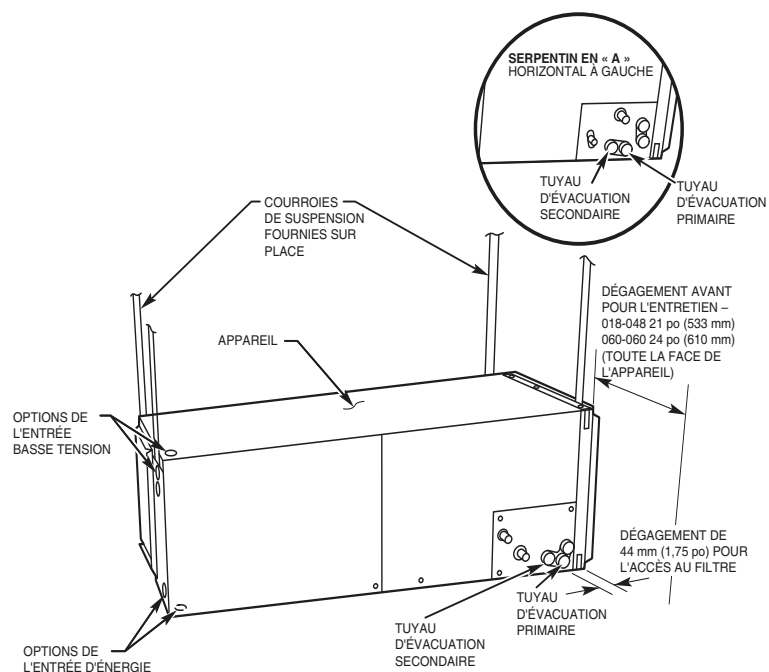
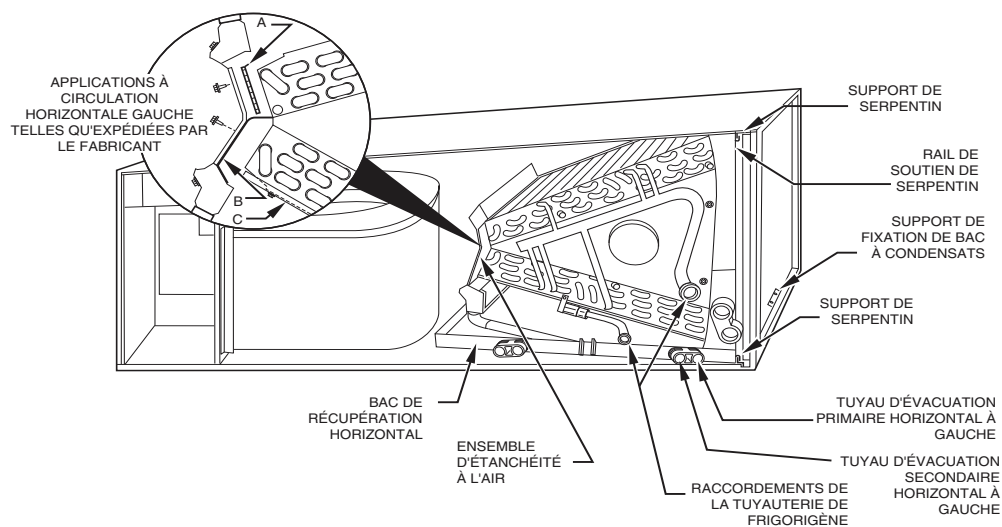

Figure 2 – Serpentin incliné dans une application horizontale à gauche (configuré en usine)
Figure 3 – Serpentin en A dans une application horizontale à gauche (configuré en usine)
Lors de l'installation de l'appareil, les panneaux d'accès ne doivent pas être tournés vers le haut ou vers le bas. Tous les autres appareils sont fabriqués en usine pour une installation horizontale gauche (Fig. 2 et Fig. 3). Lorsque vous suspendez l'appareil au plafond, les emboîtements du caisson indiquent l'emplacement approprié des vis de fixation des bandes perforées en métal (Fig. 2).
- b. Retirez le répartiteur d'air (B) de l'ensemble d'étanchéité du serpentín en retirant les trois vis (Encart Fig. 3).
- c. Retirez la plaque de substitution (A) et installez le répartiteur d'air (B) à la place de la plaque de substitution.
- d. Installez la plaque de substitution (A) comme illustré pour l'application horizontale droite.
- e. Enlevez les goulottes à condensats (C) et installez-les sur les plaques tubulaires opposées.